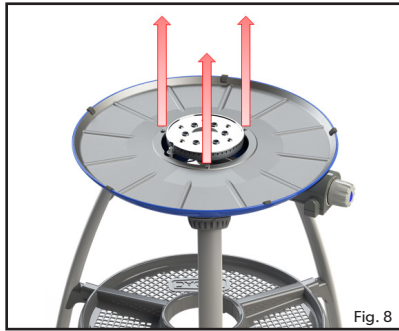
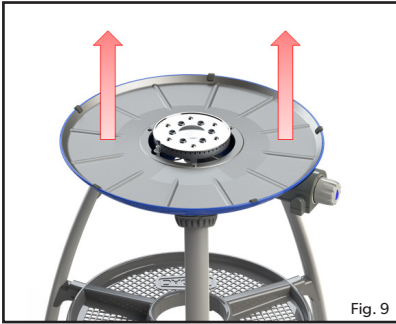

Fig. 8
Fig. 9
- **Vorgehensweise:** Entfernen Sie die drei Schrauben der Hitzeschildplatte (Abb. 8). Entfernen Sie die Hitzeschildplatte (Abb. 9). Achten Sie darauf, dass die Piezo-Elektrode nicht beschädigt wird. Die Düse kann jetzt mithilfe eines geeigneten Schlüssels entfernt werden (Abb. 10). Keine Zange verwenden! Dies kann die Düse beschädigen, so dass sie unbrauchbar wird oder sich nicht mehr entfernen lässt. Schrauben Sie die neue Düse in das Ventil. Die Düse nicht zu fest anziehen, da dies die Düse beschädigen könnte.